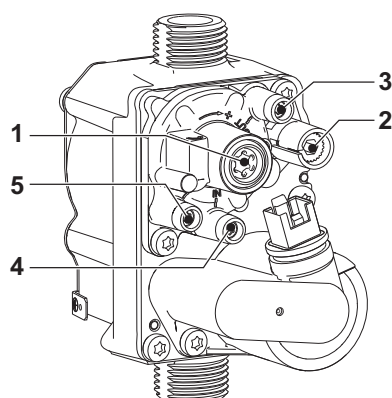

fig. 23 - Valvola a gas
- Nel caso in cui i valori siano diversi da quelli indicati, regolare la CO₂ agendo sulla vite di regolazione massima (rif. 2 fig. 23) portando i valori della CO₂ a quelli indicati.
- Nel caso in cui i valori della CO₂ siano diversi da quelli indicati regolare delicatamente la vite di "OFFSET" minima (rif. 1 fig. 23) verificando che la CO₂ sia corretta:
- Verificare che il valore dell'OFFSET sia compreso tra **-3 e -9 Pa** con manometro differenziale, su presa di pressione rif. 5 fig. 23.